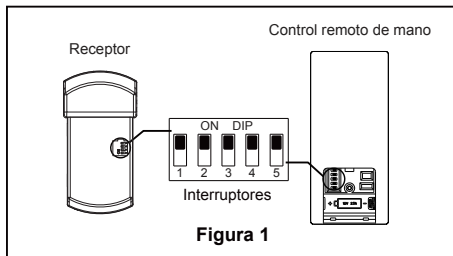

Figura 1
Uso de perfil bajo (Figura 1)
1. Extraiga las cuatro pestañas estabilizadoras y la bolsa de plástico del motor. Deshágase de las pestañas estabilizadoras. (Figura 1)
1. Extraiga la pieza de la bola colgante de la unidad de la bola colgante / varilla aflojando el tornillo de presión de la bola colgante hasta que la bola se libere de la varilla. Retire el pasador del barral y luego extraiga la semiesfera. Conserve el pasador y la semiesfera para su reinstalación en el Paso 6. (Figura 1)
Para evitar una posible descarga eléctrica, asegúrese de cortar la alimentación eléctrica de la caja de fusibles principal antes de colgar el ventilador. (Figura 1)
1. Para configurar el código de unidad del receptor. Deslice los interruptores de código a las mismas posiciones que en el transmisor. (Figura 1)
1. Instale la cubierta rotando la ranura clave en la cubierta sobre el tornillo de hombro del soporte del gancho, teniendo cuidado de no pillar los cables. Fije el tornillo de hombro. Instale adecuadamente y fije el segundo tornillo de hombro que fue anteriormente guardado. (Figura 1)
1. Extraiga uno de los tres tornillos del soporte ubicado en la parte inferior de la unidad del motor. Guárdelos para después y afloje levemente los otros dos tornillos. (Figura 1)
1. **IMPORTANTE:** El uso de un regulador de la intensidad completa (no incluido) para controlar la velocidad del ventilador dañará el dispositivo. Para reducir el riesgo de incendio o descarga eléctrica, no utilice dicho regulador para controlar la velocidad del ventilador. (Figura 1)
1. Instalación de la placa de la pared: (Figura 1)